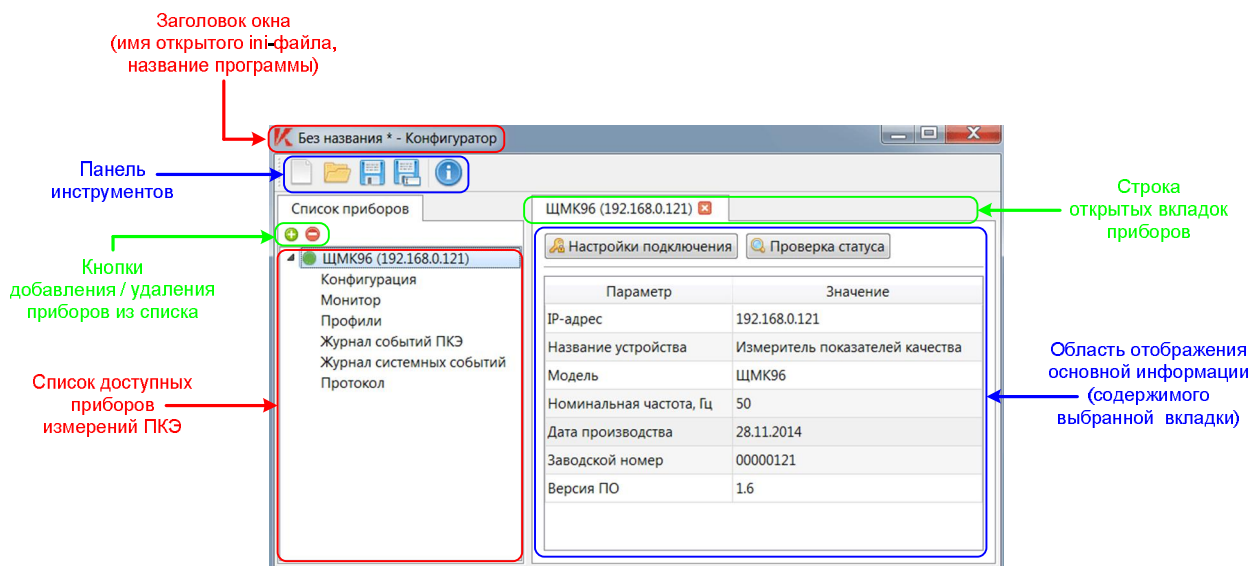

Рисунок 5 – Основные элементы главного окна программы
Панель инструментов главного окна программы содержит в себе пять кнопок (см. выше Рисунок 5). В нижеследующей таблице приведено описание указанных кнопок и действий, выполняемых при нажатии указанных кнопок.
5.2 Для выполнения в программе «Конфигуратор» всех основных и вспомогательных операций, указанных в п. 5.1, с приборами требуется, чтобы указанные приборы были заведены в программу «Конфигуратор» в список доступных для просмотра и конфигурирования приборов (в левой части главного окна программы – см. Рисунок 5). Для добавления приборов в вышеуказанный список требуется для каждого прибора выполнить последовательность операций по п. 4.4.2.